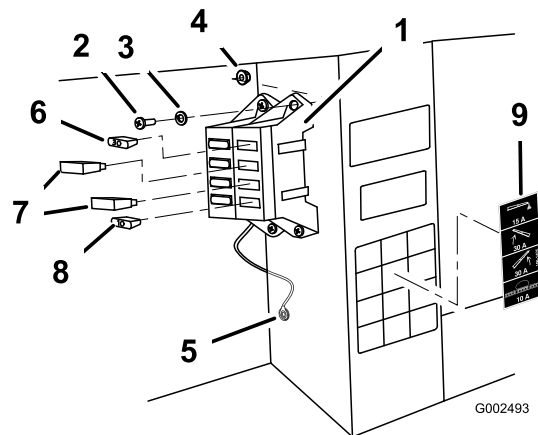

図 8
5. スターワッシャをはさんで、アース線 (黒) を車体フレームの内側についている 1/4 in ボルトに接続する(図 8)。
7. ねじ2本(#10-24 x 3/4 in)とロックナット2個(#10-24)を使い、図 8のように、既存のヒューズブロックの隣に新しいヒューズブロックを取り付ける。
- A. 左用と右用のブーム昇降ヒューズ取付場所にそれぞれ30 Aサーマルブレーカを取り付ける(図 8)。
- B. 散布システム用電源ヒューズ取付場所10 A ヒューズを取り付ける(図 8)。